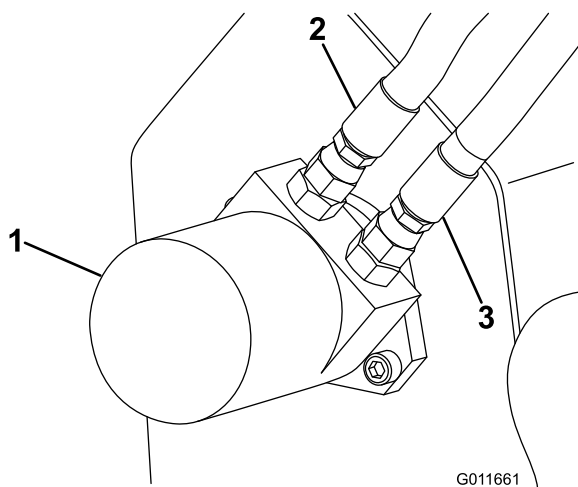

**Figure 12**
9. Débranchez les flexibles hydrauliques du moteur hydraulique de la trancheuse (Figure 12).
3. Débranchez les flexibles hydrauliques du moteur hydraulique de la trancheuse (Figure 12).